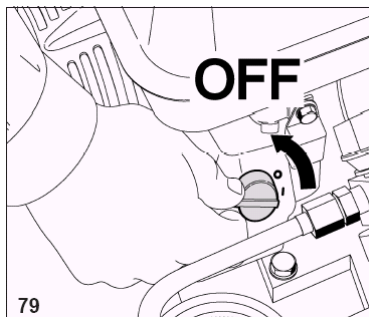

Рис. 23.
2. Перевести ключ включения двигателя в положение "OFF" (рис.23).